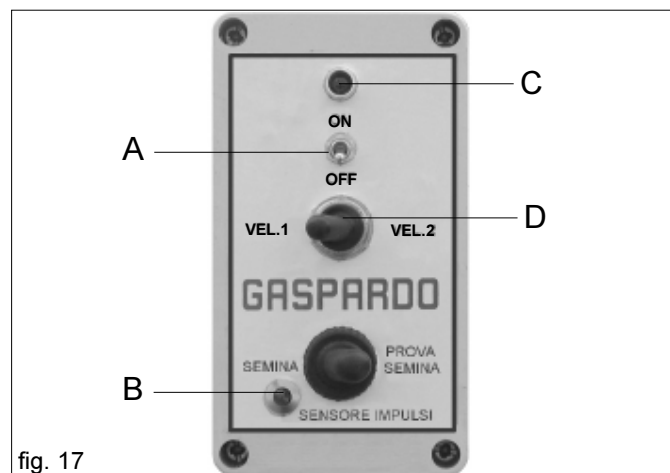

fig. 17
Der Schalter (A Abb. 17) der Konsole muss immer auf OFF stehen und das Speisekabel 12V muss getrennt sein.
- Kontrollieren, dass der Schalter (A Abb. 17) der Konsole auf OFF steht.
- Den Schalter (D Abb. 17) auf "Säprobe" stellen.
- 8) Elektrische Bauteile dürfen niemals unbeaufsichtigt unter Spannung stehen. Sicherstellen, dass die Led (C Abb. 17) gelöscht ist.